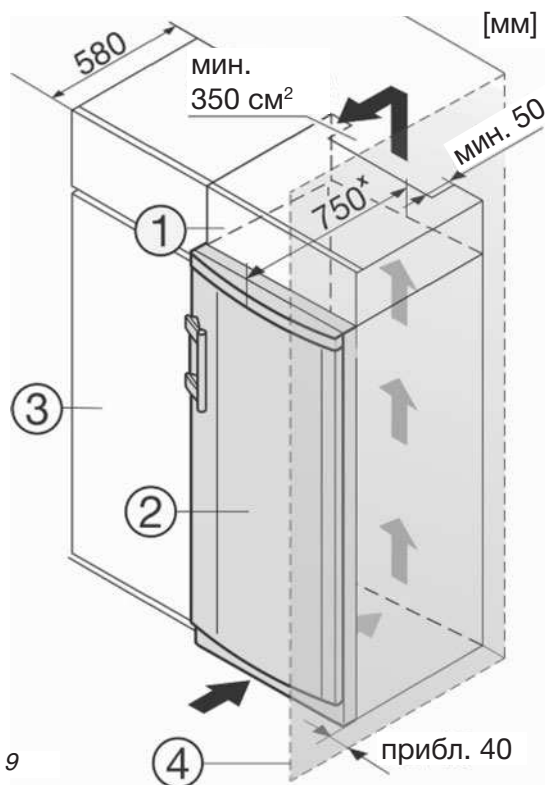

Рис. 9
- (1) Верхний предмет кухонной мебели
- (2) Морозильник
- (3) Нижний предмет кухонной мебели
- (4) Стена
Прибор можно встраивать в предметы кухонной мебели. Для адаптации прибора (рис. 9 (2)) к окружающей кухонной мебели по высоте над прибором можно установить подходящий по размерам верхний предмет мебели (рис. 9 (1)).
В случае установки прибора около стены (рис. 9 (4)) между ним и стеной со стороны расположения петель двери должно оставаться расстояние не менее 40 мм для защиты ручки от повреждения при открывании двери.